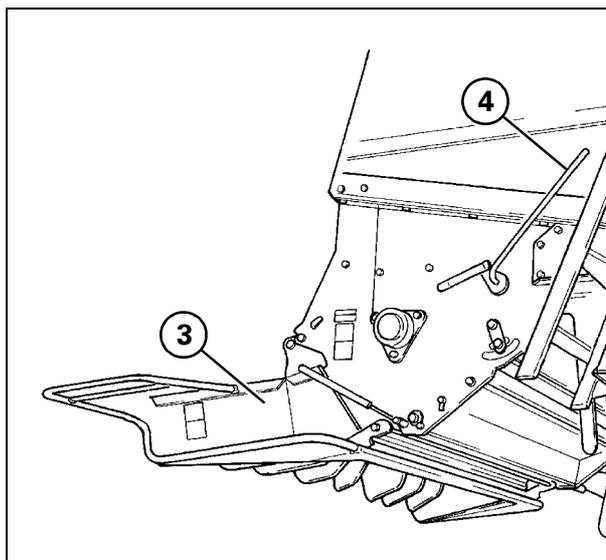
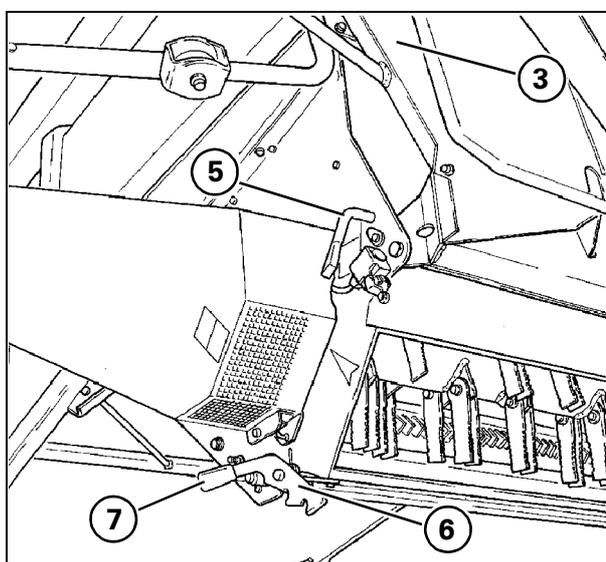
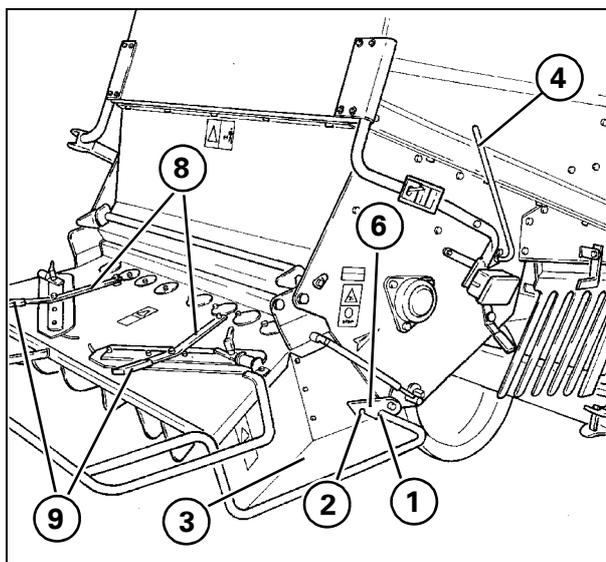

Рис. 23
Рис. 24
Рис. 25
Рис. 23 и Рис. 24
При движении по дорогам ротор соломорезки должен быть заблокирован, а разбрасыватель (3) должен находиться в рабочем положении, как показано на Рис. 23. При буксировке комбайном прицепа жатки разбрасыватель (3) должен быть направлен вверх, как показано на Рис. 24. Для того чтобы поднять разбрасыватель вверх, отпустите блокировочное устройство (6) при помощи рычага (7), поверните разбрасыватель (3) вверх и закрепите его при помощи блокировочного устройства (5).
РАБОЧЕЕ ПОЛОЖЕНИЕ - Рис. 23 – Рис. 25